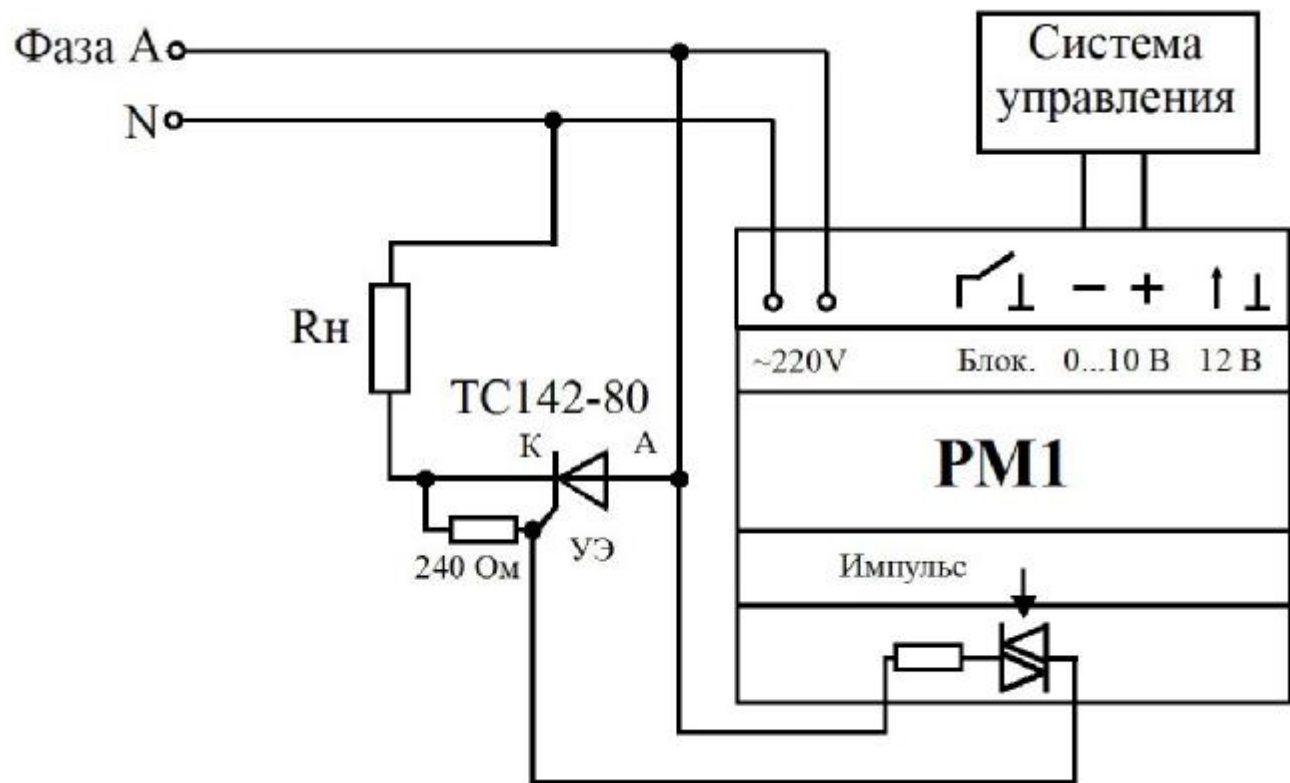

Рисунок 4.1 – Схема подключения прибора в автоматическом режиме
5.2 Проложите линии связи, предназначенные для соединения прибора с сетью питания, интерфейсом связи и исполнительными устройствами с учетом расположения клеммников на передней панели прибора (см. рисунок 4.1, 4.2). При монтаже внешних